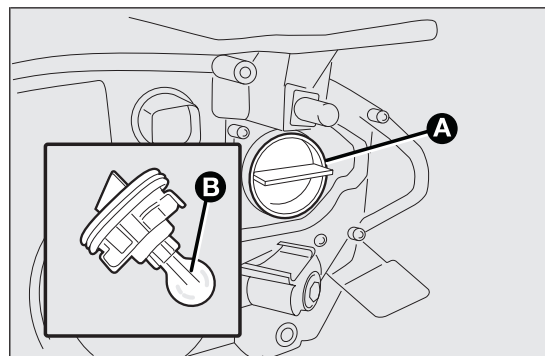

fig. 143
- ☐ extraire l'ampoule B fig. 143 et la remplacer ;